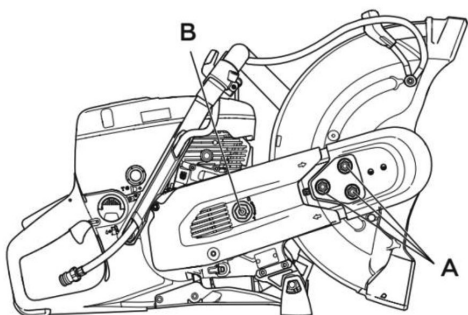

Рис. 10
- Ослабьте три гайки (A), удерживающие верхний кожух ремня (рис. 10). Поверните натяжитель ремня (B) в положение «0», чтобы ослабить натяжение.